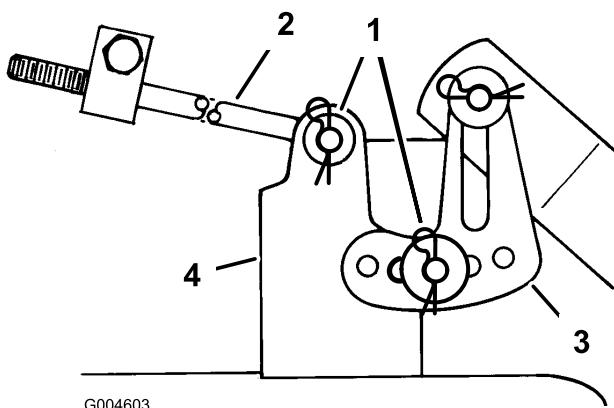

Figure 42
15. Enlevez la goupille fendue et la rondelle en haut de la patte de mise à niveau du plateau de coupe (Figure 42).
17. Enlevez la goupille fendue et la rondelle de l'extrémité de la longue tige (Figure 42) et glissez la tige hors du support du plateau. Répétez la procédure de l'autre côté du plateau de coupe.
- Glissez l'extrémité de la longue tige dans le trou du support du plateau (Figure 42).
- Montez la patte de mise à niveau du plateau de coupe sur l'axe du bras de hauteur de coupe (Figure 42).